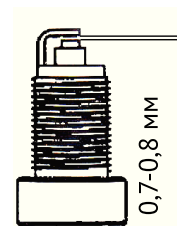

рис. 13
- Рекомендуется проверить величину межэлектродного зазора, которая должна быть около 0.7...0.8 мм (рис.13). При существенном отклонении измеренной величины зазора от указанных требованиями необходимо отрегулировать/восстановить или заменить свечу.